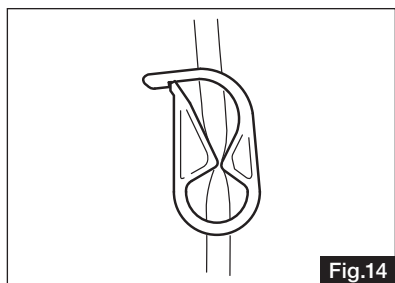

Fig.14
- 1) Fermez la pince du tube située entre l'aiguille du tube d'irrigation et la pompe d'irrigation (Fig. 14).